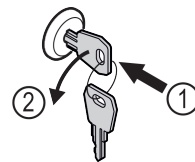

Fig. 169
- ▶ Schlüssel hineindrücken. Fig. 169 (1)
- ▶ Schlüssel um 90° gegen den Uhrzeigersinn drehen. Fig. 169 (2)